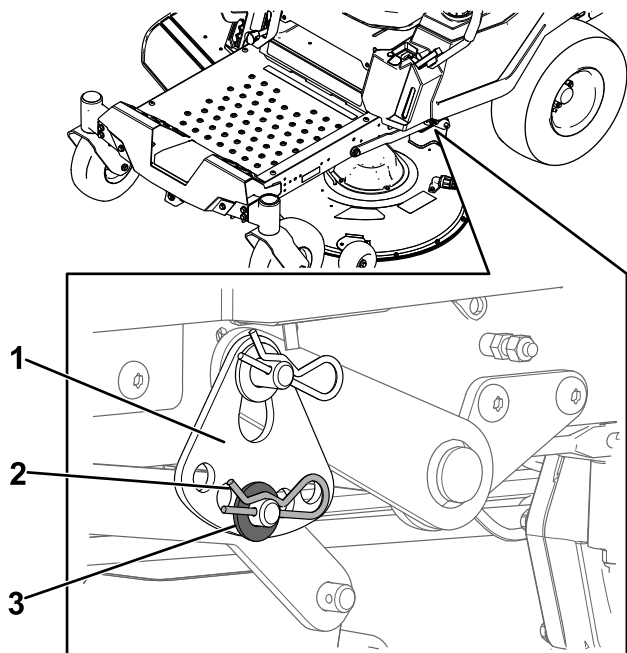

Figure 65
6. Retirez la goupille fendue et la rondelle de l'axe inférieur du bras de levage (Figure 65).